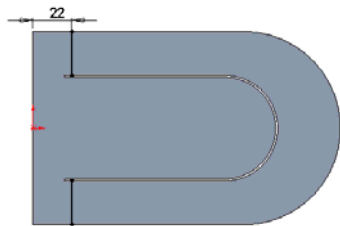

图 9-97 绘制折弯直线
⑧ 绘制折弯草图。单击“草图”工具栏中的“直线”图标，绘制两条直线，这两条直线要共线，标注智能尺寸，如图9-97所示。